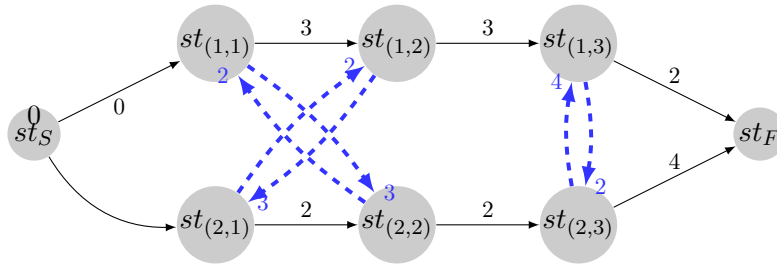

FIGURE 1 – Exemple de Job Shop
Les contraintes (2), (3) et (4) de ce problème peuvent être représentées par le graphe de la figure 1 sur lequel on a introduit les opérations fictives  $S$  et  $F$ . Dans ce graphe, un arc entre deux sommets  $st_{(i,j)}$  et  $st_{(i',j')}$ , représentent la contrainte  $st_{(i',j')} \geq st_{(i,j)} + l_{(i,j)}^{(i',j')} \Leftrightarrow st_{i',j'} - st_{(i,j)} \geq l_{(i,j)}^{(i',j')}$  où  $l_{(i,j)}^{(i',j')}$  est la valeur de la distance entre  $st_{(i,j)}$  et  $st_{i',j'}$  (pour le problème étudié, cette distance vaut  $p_{(i,j)}$ ). Les arcs représentés en trait plein représentent les contraintes (2) et (4) : ils traduisent les contraintes temporelles du problèmes et sont appelés arcs conjonctifs. Les arcs représentés en pointillé correspondent aux contraintes (3) : ils traduisent les contraintes de partage de ressources ; ils sont appelés arcs disjonctifs.